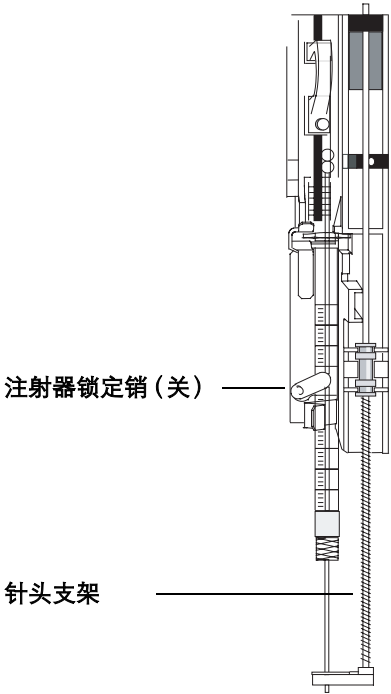

图 42 安装有注射器的注射器支架和针头支架
- 9 通过上下移动滑尺来检查针头与基座中的针道是否对齐。针头应该在针头导槽中灵活地滑动。请参阅图 42。